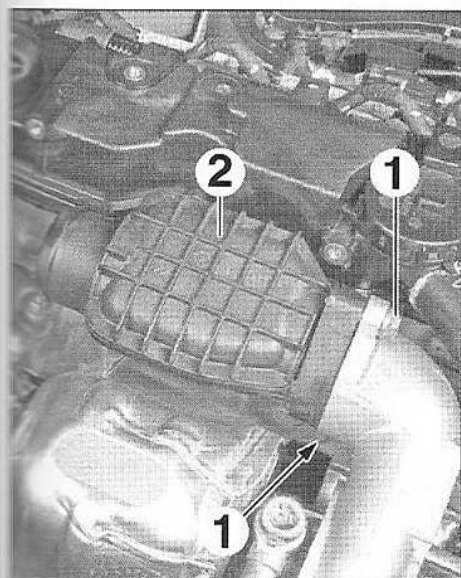

FIG.84
- Déposer (Fig.84) :
- les vis (1),
- l'atténuateur de bruit (2).